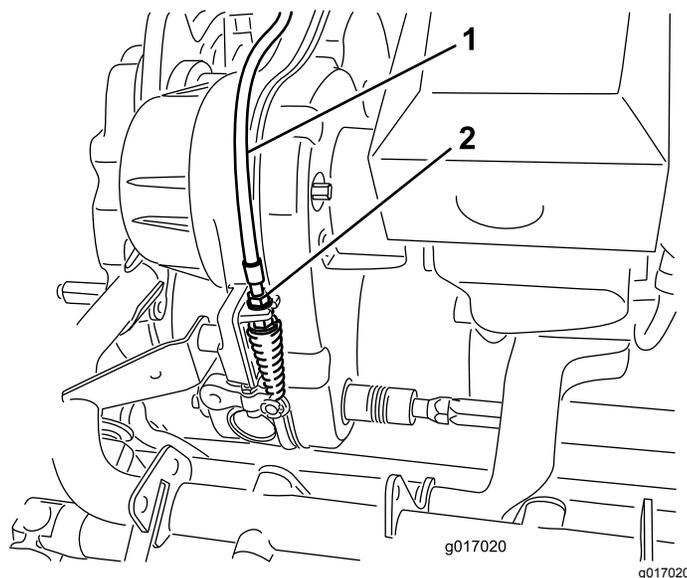

图49
2. 在变速箱隔板上调整滚刀控制装置拉线图49使弹簧长度达到70.672.4mm。